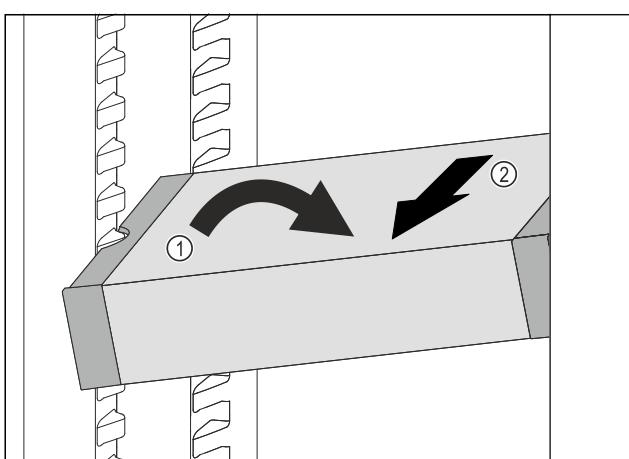

Fig. 73
► Встановити VarioSafe під кутом в охолоджувальному відділенні. Fig. 73 (1)
► Витягнути VarioSafe вперед. Fig. 73 (2)